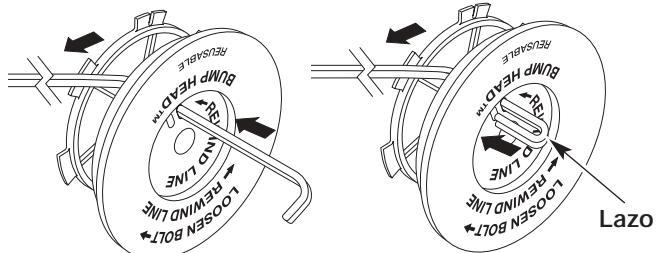

Fig. 33
- Tome aproximadamente 3 m (10 pies) de nueva línea de corte. Inserte un extremo de la línea a través de uno de los orificios del carrete interior (Fig. 33). Pase la línea a través del carrete interior hasta que queden sólo 4 pulgadas fuera.
9. Inserte el extremo de la línea en el orificio abierto del carrete interior y tire de la línea en forma ajustada a fin de que el lazo sea lo más pequeño posible (Fig. 33).